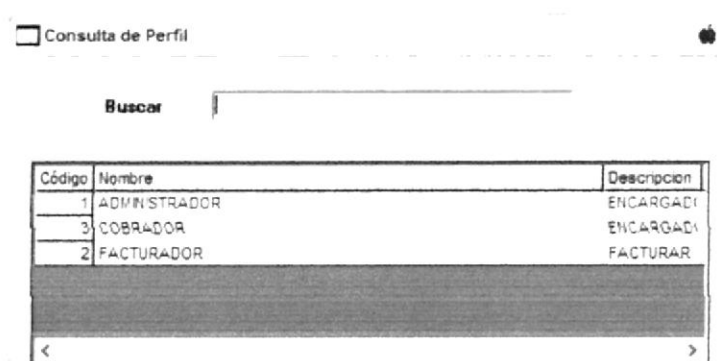

Figura 5.26 Pantalla de Consulta de Perfil
1. Dar clic en el botón de Búsqueda  y aparecerá la pantalla de consulta de Perfil.(Ver Figura 5.26).
2. Elija el Perfil que desea modificar dando doble clic en el nombre de este en la Pantalla "Consulta de Perfil" (Ver Figura 5.26) y volverá automáticamente a la pantalla anterior con todos los campos llenos.